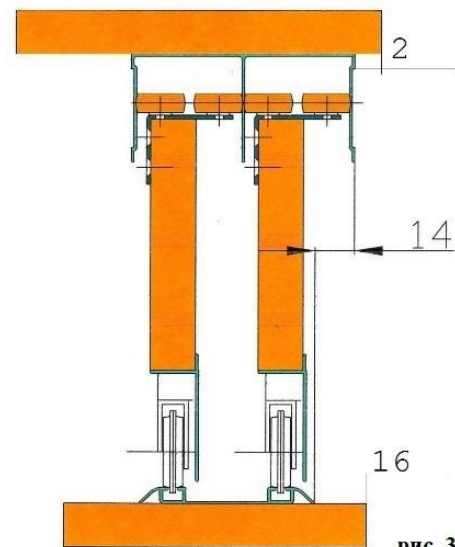

рис. 3
10. На дно 2 крепим саморезами 4,2x16 ходовой двойной профиль KR-05 (как указано в схеме на рис.3).
11. На крышу 1 крепим саморезами 4,2x16 направляющий Ш-образный профиль KR-02 (как указано в схеме на рис.3).
Крепится на верхней внутренней поверхности потолка шкафа (рис.3) саморезами 4,2x16 и служит направляющей для верхней части дверей. Длина выбирается равной размеру внутреннего пространства шкафа между боковыми стенками.
Крепится на нижней внутренней поверхности пола шкафа (рис.3) саморезами
Схема взаимного расположения, направляющего Ш-образного профиля KR-02 и Ходового двойного профиля KR-05 системы «УНИВЕРСАЛ». (рис.3)